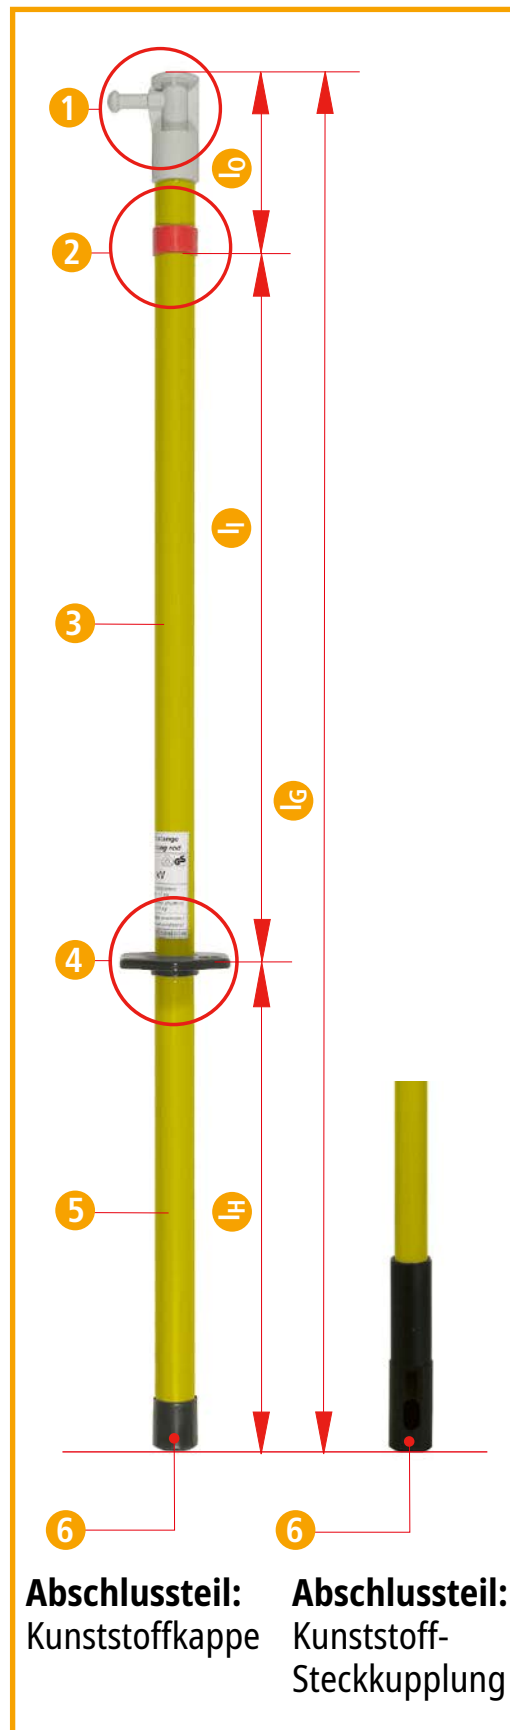
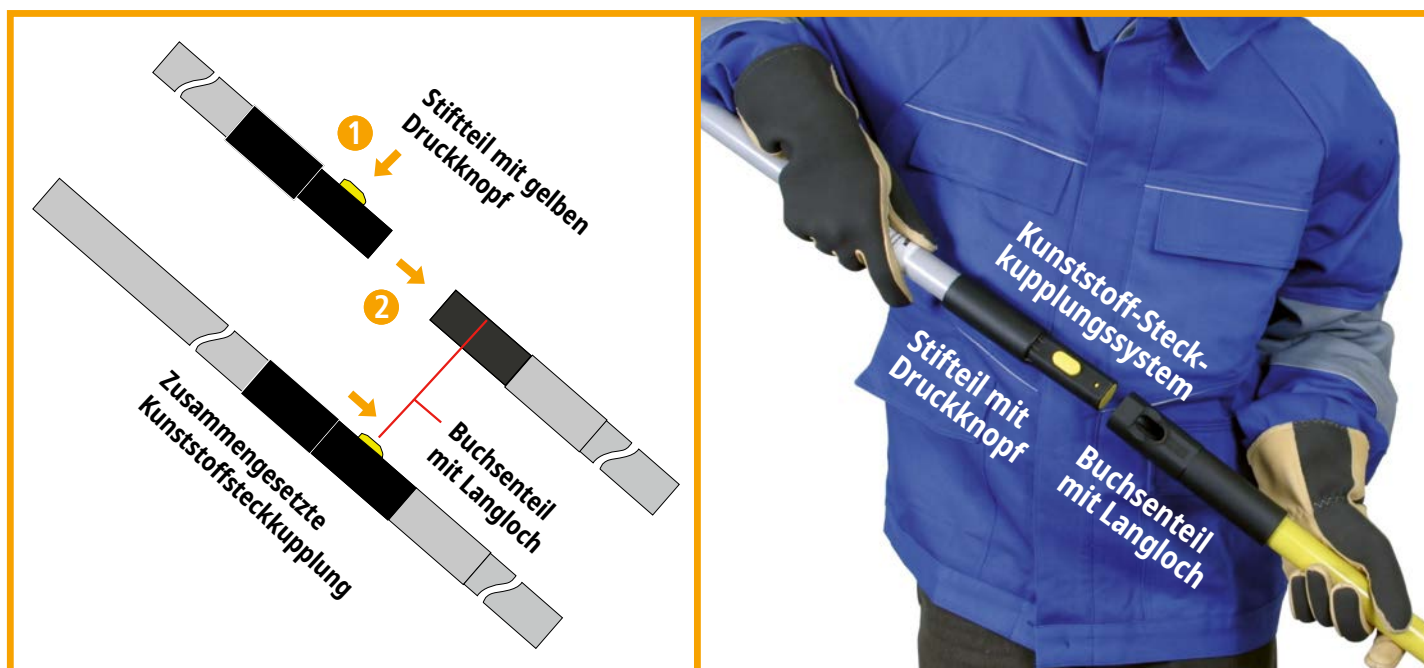

Bild 4
Bild 5
Die Schaltstange SCS... besteht aus Schaltstangenkopf ①, roten Ring ②, Isolierteil ③, Begrenzungsscheibe (Handschutzteller) ④, Handhabe ⑤ und Abschlussteil ⑥ (siehe Bild 4, Seite 8).
Die Schaltstange SCS 36 STK 1000 ist am unteren Ende des Abschlussteiles mit einer Kunststoff-Steckkupplung zur Handhabeverlängerung ausgerüstet (siehe Bild 4, Seite 8 und siehe Bild 5, Seite 9).